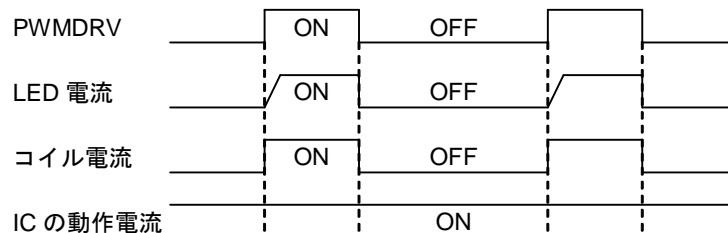

Figure 42.
それぞれの方法は長所が異なるため、御使用のアプリケーションに適した方法をお選びください。アナログ調光については Figure 42. をご参照下さい。
- 1) カレントドライバ PWM 調整は Figure 28. で示される通り PWMDRV に PWM 信号を与えることにより行われます。Figure 42. のように PWMDRV の H 区間は ISETH で設定した電流が選ばれ、L 区間は電流をオフします。すなわち、平均 LED 電流は PWMDRV 信号の Duty サイクルに比例して増加することになります。この方法は内部回路や DC/DC を動作させながらのドライバ切り替えとなるため、PWM 輝度調整時の電流ばらつきが少なく、20 μ s(200Hz 時に最低 0.4%) までの輝度調整を可能とします。なお、オン時間 20 μ s 未満とオフ時間 20 μ s 未満は、オン/オフの切り替えの影響が大きいため、輝度調整には使用しないでください。ただし、Duty0%, 100%については切り替えの影響がないため、使用上の問題はありません。標準 PWM 周波数は 100Hz ~10kHz です。なお、ISETL に抵抗を設定している場合は、RSTB を H→L にすると起動電流が有効となるため、RSTB L→H 後、PWM2 回までは起動電流と ISETH の設定電流の PWM となります。